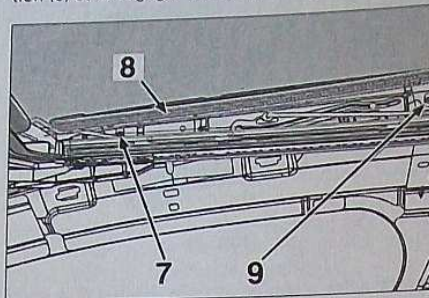

FIG. 56
Déclipser en partie inférieure le soufflet de protection (8) et le dégager vers le haut (Fig. 56).